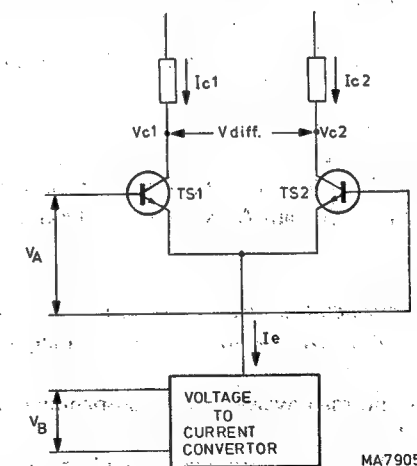
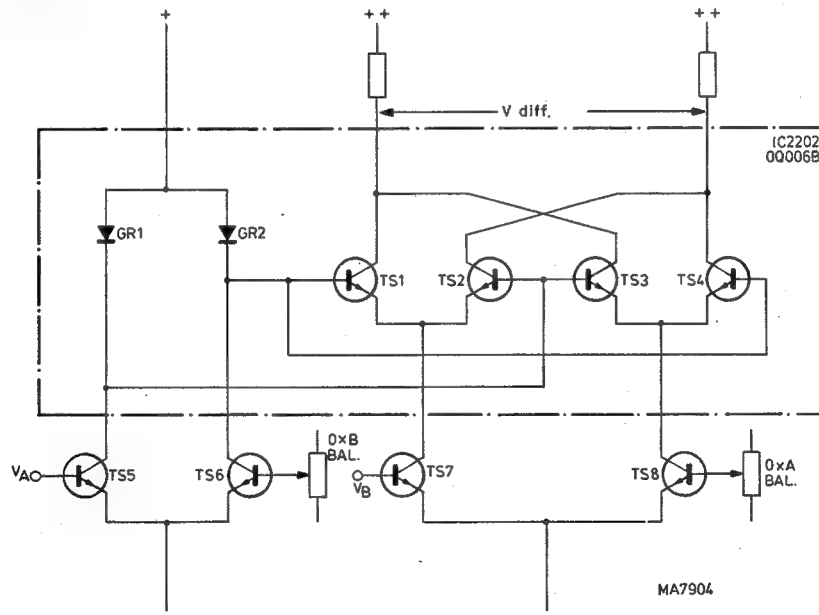

Abb. 3.1.1. Prinzipschaltung des Multiplikators
Abb. 3.1.2. Vereinfachtes Schaltbild des Multiplikators im PM 3252
Wenn zwei ausgesuchte bipolare Transistoren aus einer gemeinsamen Emittterstromquelle gespeist werden (siehe Abb. 3.1.1.), ist der differentielle Kollektorstrom proportional dem Produkt der differentiellen Eingangsspannung V_A und der Steilheit g_m :
Daraus folgt, dass die Grundschialtung von Abb. 3.1.1. multiplizieren kann.
In der Multiplikatorschialtung von Abb. 3.1.2. kann das Grundprinzip von Abb. 3.1.1. leicht wiedererkannt werden. Die wesentlichen Unterschiede zwischen den beiden Schaltungen sind:
- Das Transistorpaar von Abb. 3.1.1. wurde aufgeteilt in zwei Paare TS1/TS2 und TS3/TS4, von denen jedes mit der Hälfte einer symmetrischen Emittterstromquelle gespeist wird. Durch diese Aufteilung und das kreuzweise Anschliessen der Eingänge und der Ausgänge der beiden Transistorpaare wird das Übersprechen von einem Eingangssignal, wenn das andere Null ist, durch Symmetrierung ausgeschaltet.
- b. Die "harte" Ansteuerung von Eingang A wurde durch eine Ansteuerung über eine Diodentransistorschaltung ersetzt, die als "Stromspiegel" (current mirror) bekannt ist. Die Linearitätsfehler der Schaltung von Abb. 3.1.1. wurden mit den Dioden GR1 und GR2 reduziert, die von der symmetrischen Stromquelle TS5/TS6 gespeist werden. GR1 und GR2 sind als Dioden geschaltete Transistoren. Diese Transistoren befinden sich in demselben monolithischen Chip wie die Transistoren TS1, TS2, TS3 und TS4, damit einwandfreie Anpassung und Temperaturgleichlauf gewährleistet sind. Auf diese Weise wird eine gute Linearität in einem grossen Spannungsbereich erreicht und werden Temperatureinflüsse ausgeschaltet.